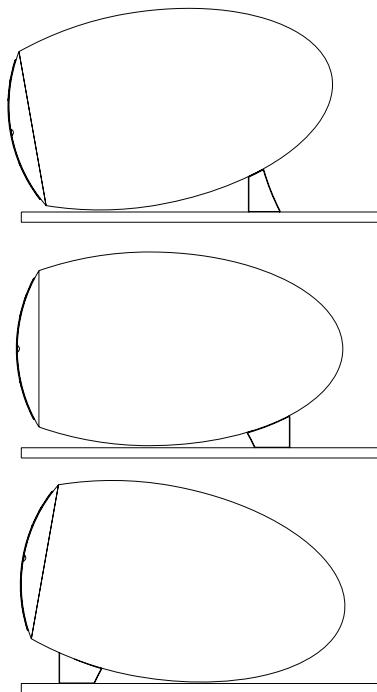

Figure 2 / Figura 2 / Abb. 2
(EN) Adjusting Rubber Centre Support (Figure 2)
(FR) Support en caoutchouc pour haut-parleur de canal central (Figure 2)
Verstellbarer Gummi-Center-Support (Abb. 2)